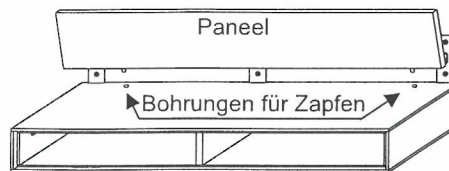

Abb.6
8. Setzen Sie das Rückwandpaneel auf den Oberboden des Möbels. Hierzu sind in dem Boden Bohrungen vorgesehen, in der die Zapfen des Paneels eingreifen. Hiernach wird das Paneel nach hinten „geklappt“ und durch Magnete, die in dem Paneel eingeschraubt sind, gehalten. (Abb.6/7)
3. Verschrauben Sie mit Hilfe der 4x25mm Schrauben das Schubkastenvorderstück mit der Schubkastenzarge. (Abb. 6)